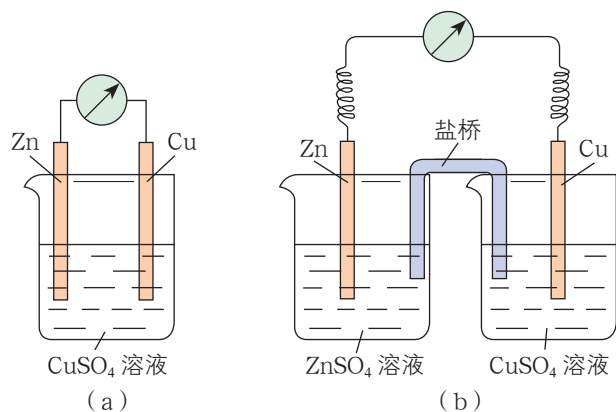

图1-2-2 铜锌原电池
你认为图 1-2-2 所示装置是否能够构成原电池将化学能转化成电能？请说明理由。
按图 1-2-2 组装装置进行实验，观察并记录实验现象。
1. 分析图 1-2-2 所示 (a) (b) 两个原电池各部分的作用，确定其电极反应物、电极材料和离子导体。
2. 分析图 1-2-2 所示 (a) (b) 两个原电池的工作原理，写出电极反应。
3. 比较图 1-2-2 所示 (a) (b) 两个原电池，说明各自的优缺点。
分别采用图 1-2-2 (a)、1-2-2 (b) 所示装置进行实验时，检流计的指针均发生了偏转，说明均有电流产生，即发生了化学能转化为电能的过程，(a) (b) 都形成了原电池。进一步分析可知，图 1-2-2 (a)、1-2-2 (b) 所示原电池中，负极反应物和负极材料均为锌片，正极反应物均为 CuSO_4 溶液，正极材料均为铜片；图 1-2-2 (a) 所示原电池的离子导体为 CuSO_4 溶液，而图 1-2-2 (b) 所示原电池则由 CuSO_4 溶液、 ZnSO_4 溶液和盐桥共同做离子导体，构成离子移动的“通道”。
根据电流的方向可知，图 1-2-2 (b) 所示原电池的电极上发生的反应与图 1-2-2 (a) 所示原电池的相同：锌原子失去电子被氧化成 Zn^{2+} 进入溶液，锌片上的电子通过导线流向铜片； CuSO_4 溶液中的 Cu^{2+} 在铜片上获得电子，被还原成铜沉积在铜片上。在图 1-2-2 (b) 所示的原电池中，盐桥中的阴离子（如 Cl^- ）进入 ZnSO_4 溶液，阳离子（如 K^+ ）进入 CuSO_4 溶液。
在图 1-2-2 (b) 所示原电池中，两个电极反应是在彼此隔离的条件下进行的，锌与 Cu^{2+} 不直接接触，这样可以使我们更清楚地认识电池中发生的化学反应。